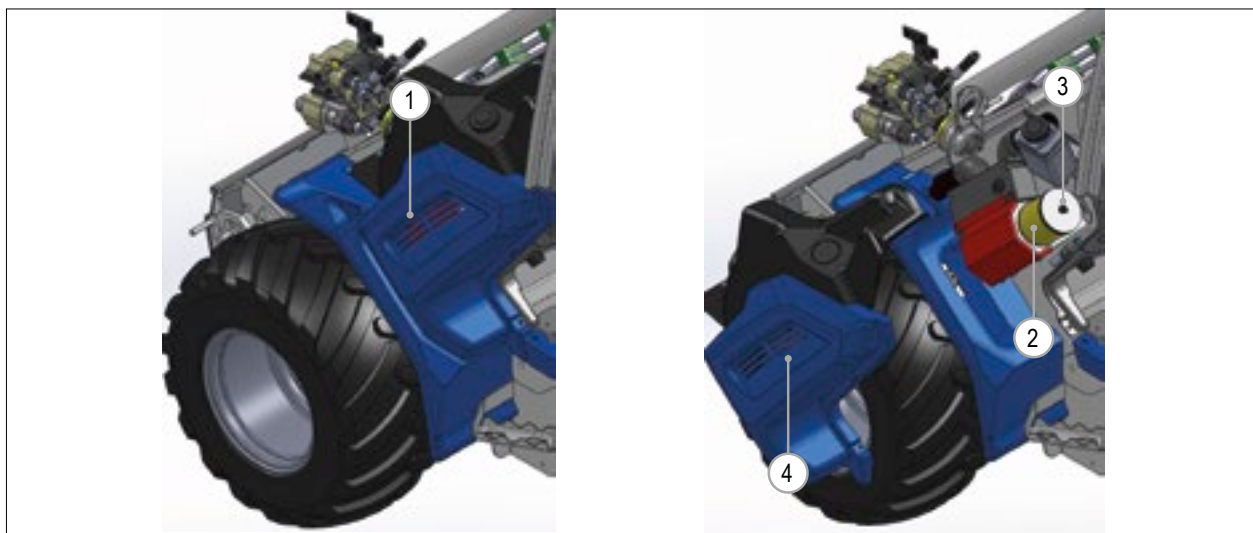

РИС. 49
- 2) Снимите левую панель (РИС. 49 – Сс. 1), ослабив винты крепления к раме.
- 3) Снимите воздушный фильтр (РИС. 49 – Сс. 2), ослабив крепежные винты (РИС. 49 - Сс. 3).
- 6) Установите левую панель (РИС. 49 - Сс. 4) и закрепите ее винтами.